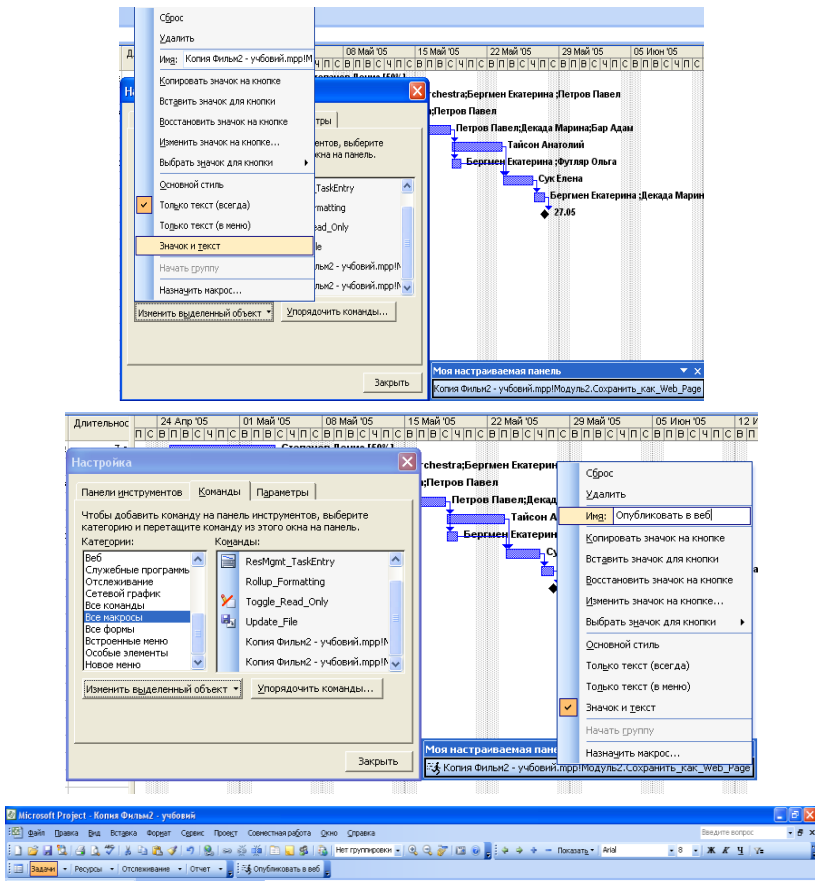

Рис. 173. Покрокове налагодження нової панелі інструментів
4.5.3. Щоб змінити текст, який відображається на кнопці, і додати значок (рис. 173).